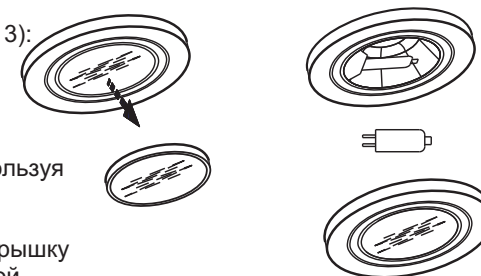

РИС. 13
8.6.2 Замена галогенной лампы (рис. 13):